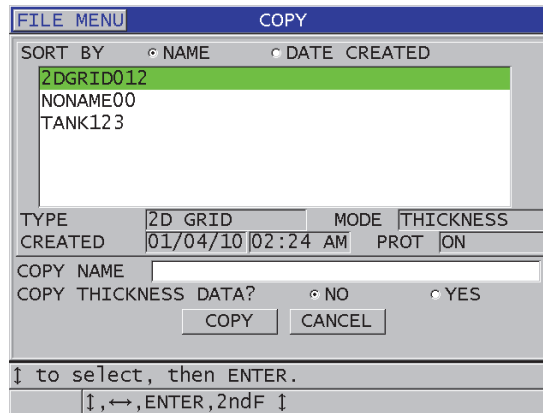

Abbildung 11-17 Kopieren einer Datei
3. Verfahren Sie im Fenster **KOPIEREN** (siehe Abbildung 11-17 auf Seite 216) wie folgt: